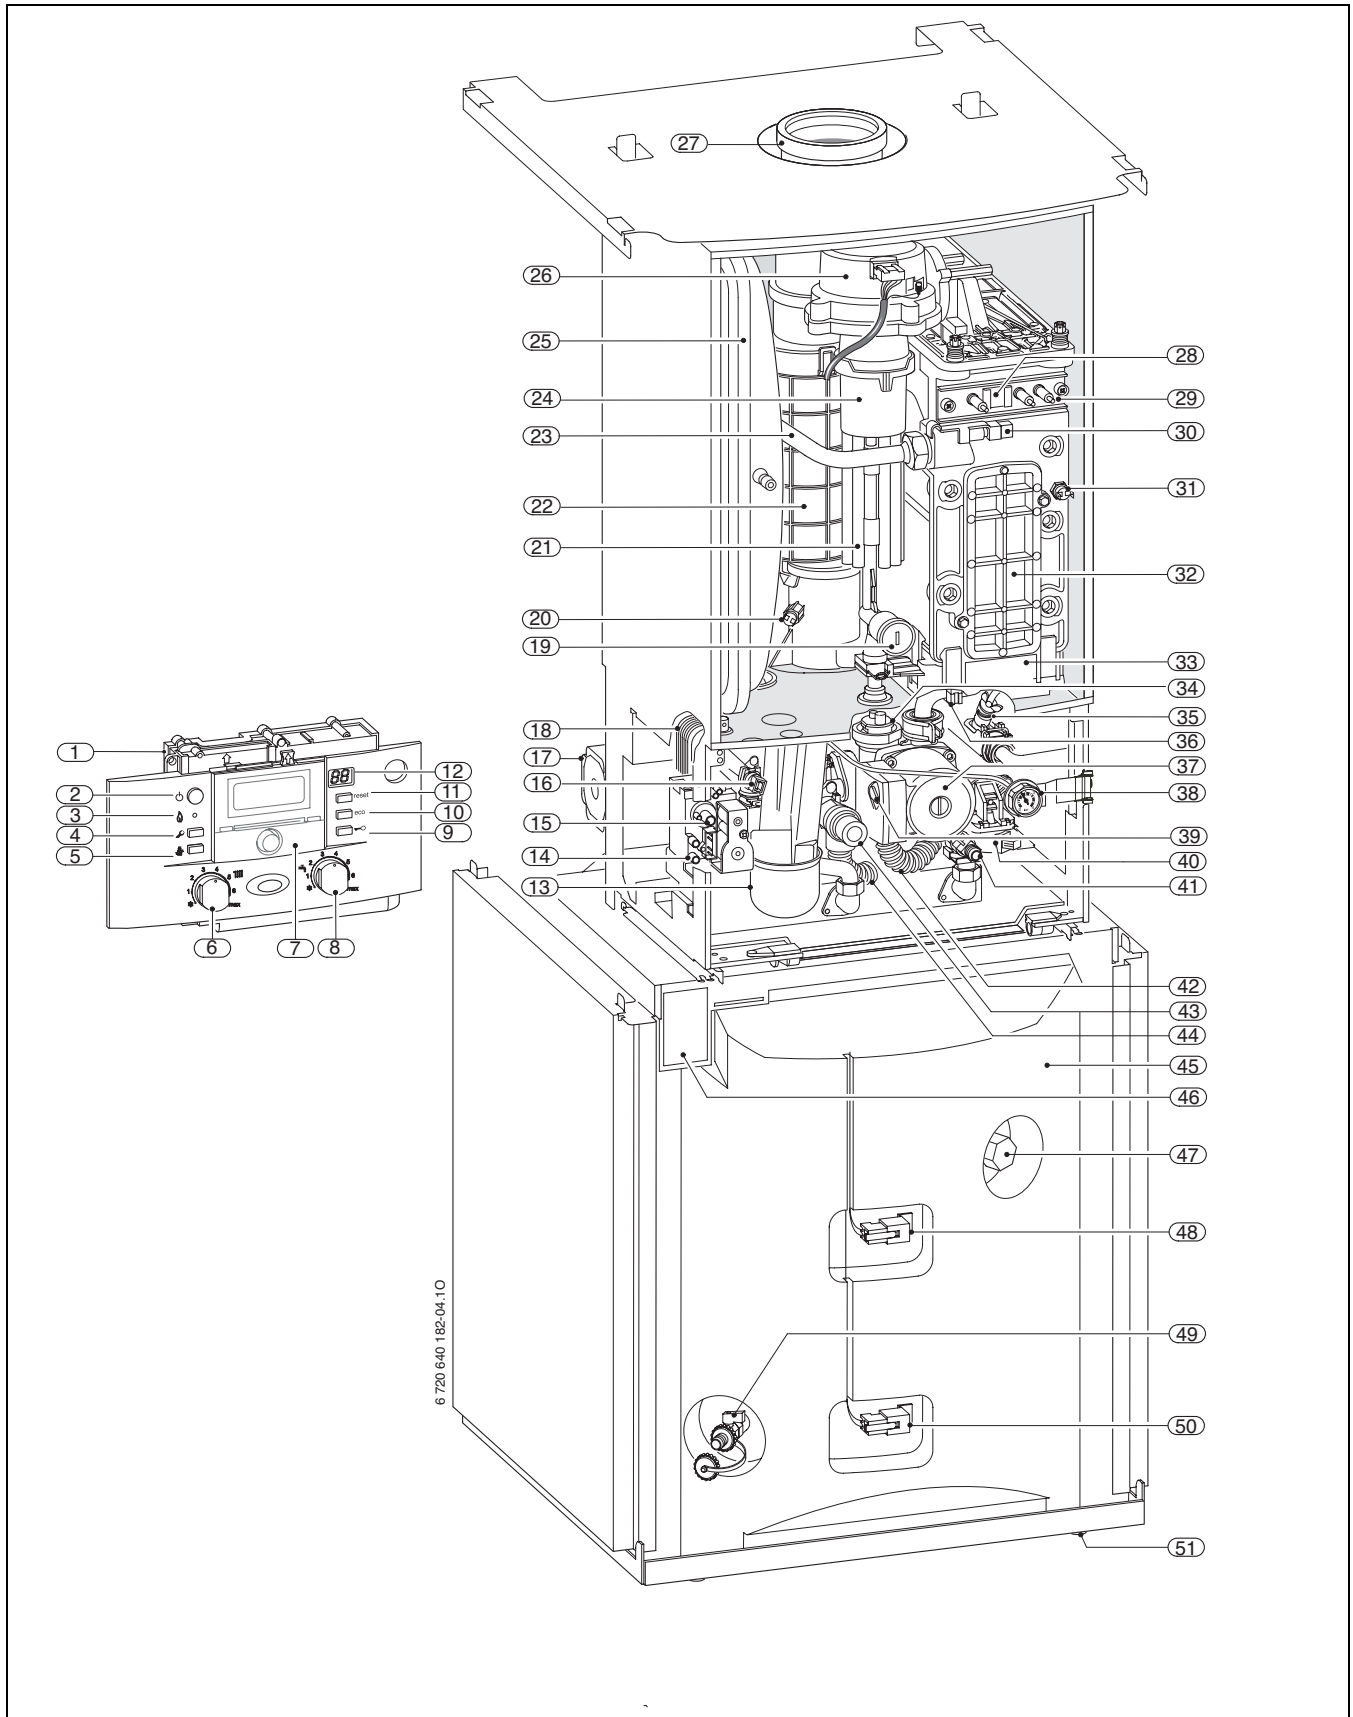

Рис. 3
Фірмова табличка знаходиться всередині ліворуч зверху приладу (→рисунок 3, [46], сторінка 12).
**Пояснення до рис. 3:**